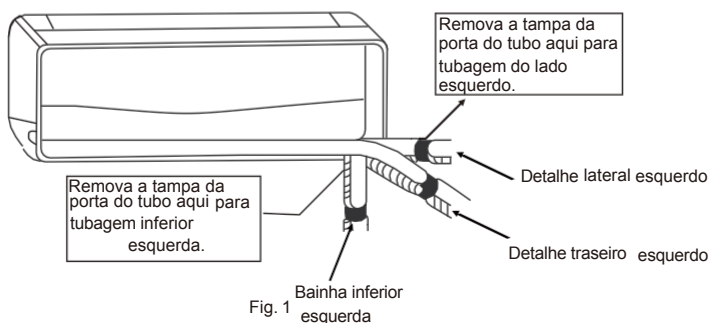

Fig. 1
3. Enrole o fio entre as unidades, os tubos de refrigerante e a mangueira de drenagem com fita isolante. (ver Fig. 1)